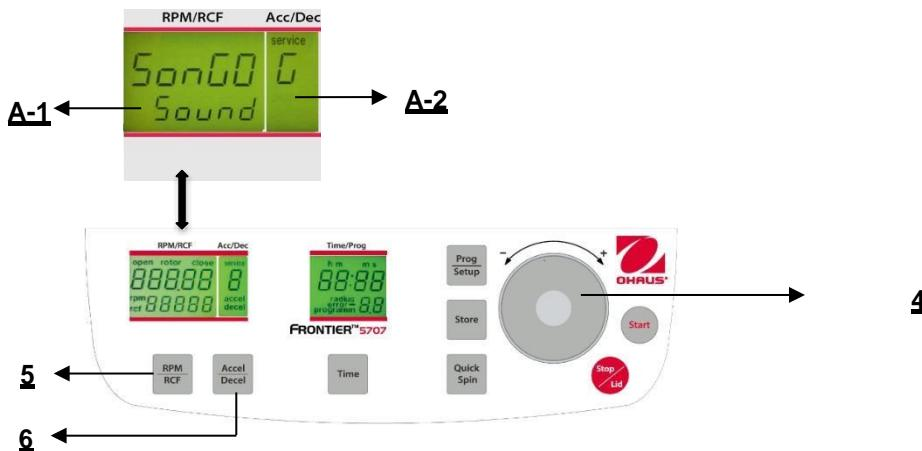

Figura. 31
Procedere come descritto al punto 4.1.2 per inserire questa modalità programma e poi premere il tasto **"Accel/Decel"** (6). Sul display **"Acc/Dec"** (A-2) lampeggia la parola **"Service"**. Selezionare adesso la lettera **"G"** con la quadrante di regolazione (4). Di conseguenza, sul display **"RPM/RCF"** (A-1), appare la parola **"VSonGo/Sound"**. Dopo aver premuto il tasto **"RPM/RCF"** (5), è possibile selezionare una suoneria con la quadrante di regolazione(4). (Vedere figura 31)